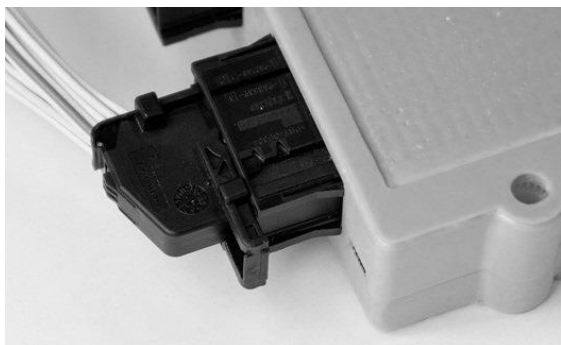

Рисунок 4.8
1. Переведите пластиковый фиксатор разъема на соединительном кабеле в горизонтальное положение (см. рисунок 4.8).